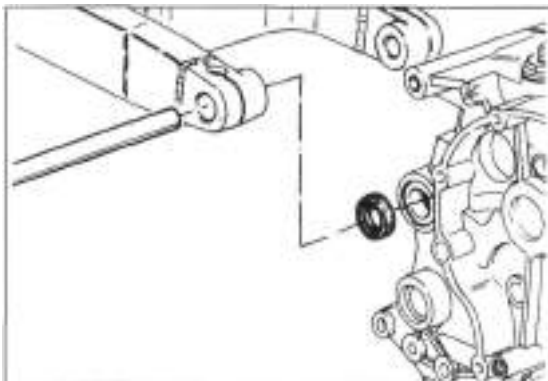
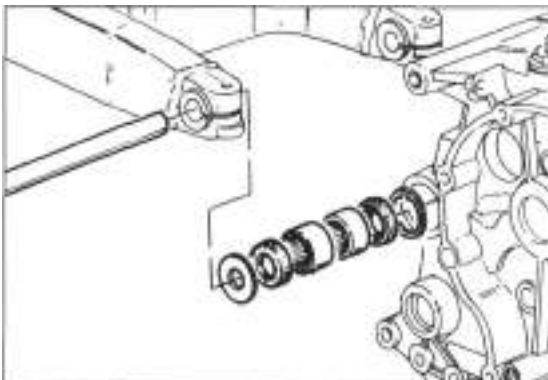

Bild 250
Bild 251
- Lagerbuchsen (M 600/750; Bild 250) bzw. Nadelhülsen (M 900; Bild 251) mit passendem Dorn gefettet in erwärmtes Motorgehäuse ein- pressen oder wie Lenkkopflager einziehen.